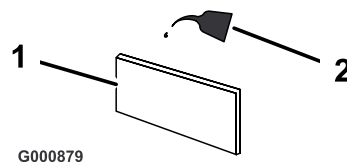

Figure 32
- C. Imbibez l'élément d'huile moteur fraîche (Figure 32). Puis pressez l'élément pour éliminer l'excédent d'huile.